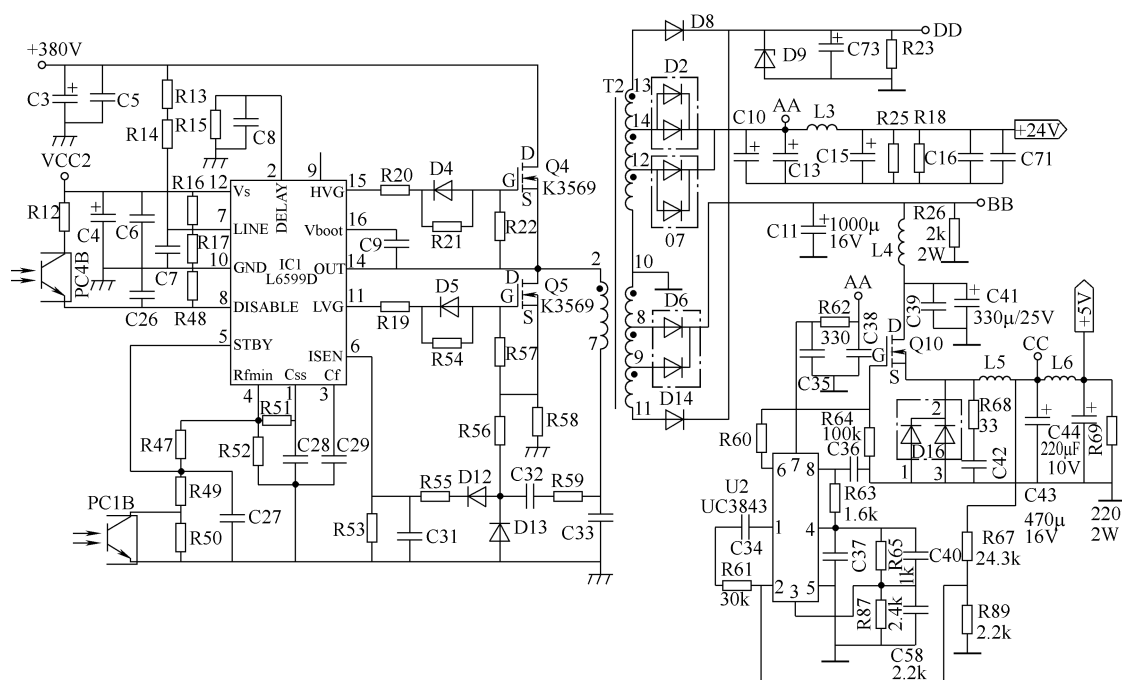

图 2-22 主开关电源
5) 主开关电源：主开关电源的作用是输出 +12V、+24V 等电压，供给信号处理板及背光灯驱动板。这部分电路通常以一块 PWM 调控芯片为中心组成，其特征元器件是开关变压器与输出电压整流滤波元件。图 2-22 所示为长虹 LT52600 型液晶彩电主开关电源。